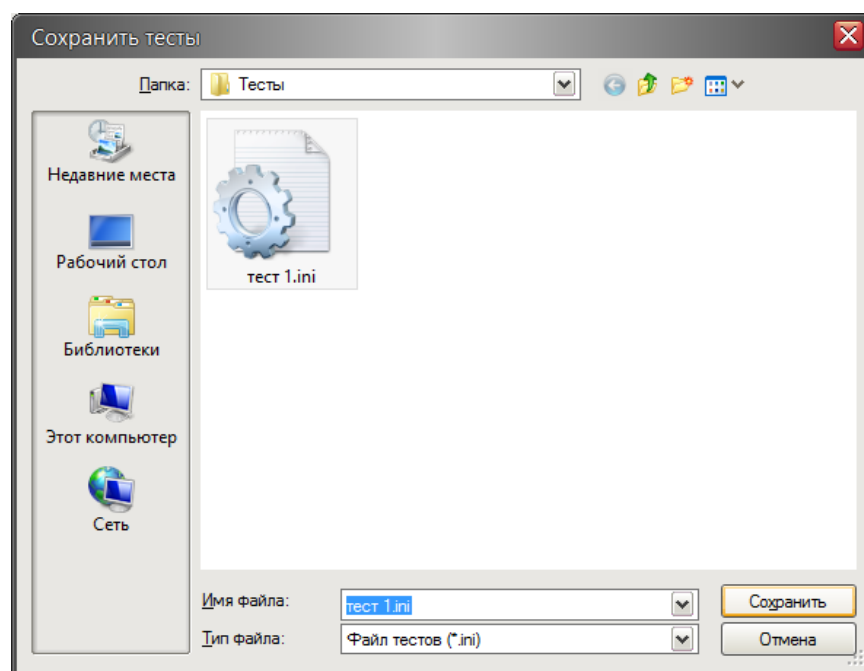

Рисунок 18 – Сохранение теста в файл на компьютере
19. Сохранить тесты в виде файла на диске компьютера. Для этого в меню «Файл/Сохранить тесты» задать имя файла теста (рисунок 18).